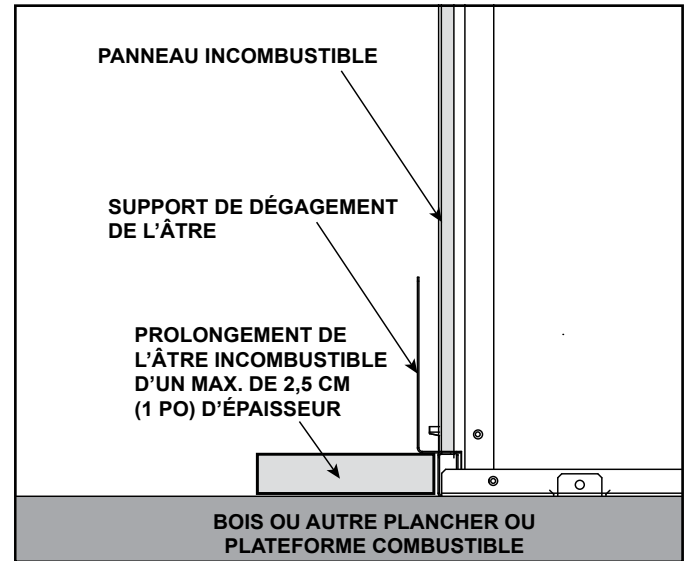

Figure 3.10 Appareil installé sur une surface combustible
- La base du foyer peut reposer sur une surface combustible. Voir la figure 3.10. La zone avant de l'appareil doit être protégée par un prolongement de l'âtre incombustible, sauf si l'appareil est surélevé d'au moins 76 mm (3 po) au-dessus du plancher ou de l'âtre. Voir les figures 3.10 et 3.11.
- Si un âtre plus épais que 25 mm (1 po) est désiré, l'appareil doit être surélevé d'une hauteur équivalente afin d'assurer que le prolongement de l'âtre n'interfère pas avec l'installation du panneau de verre fixe nécessaire à l'utilisation du foyer. Voir la figure 3.10.